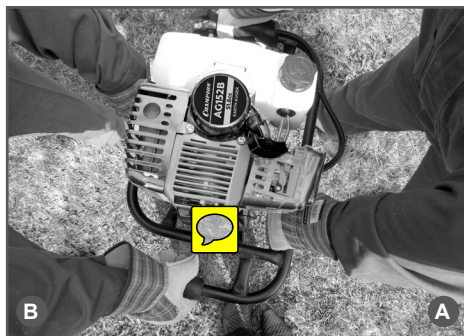

Рис.10 Положение рук при работе вдвоем
5. Бурение отверстий диаметром более 150 мм или глубиной более 1 м рекомендуется проводить вдвоем, силами оператора и помощника. Оператор (А) направляет мотобур (Рис. 10), удерживая его за ручку с рычагом газа и раму. Помощник (В) помогает ему и направляет мотобур, удерживая его за другую рукоятку и раму, находясь с противоположной стороны.